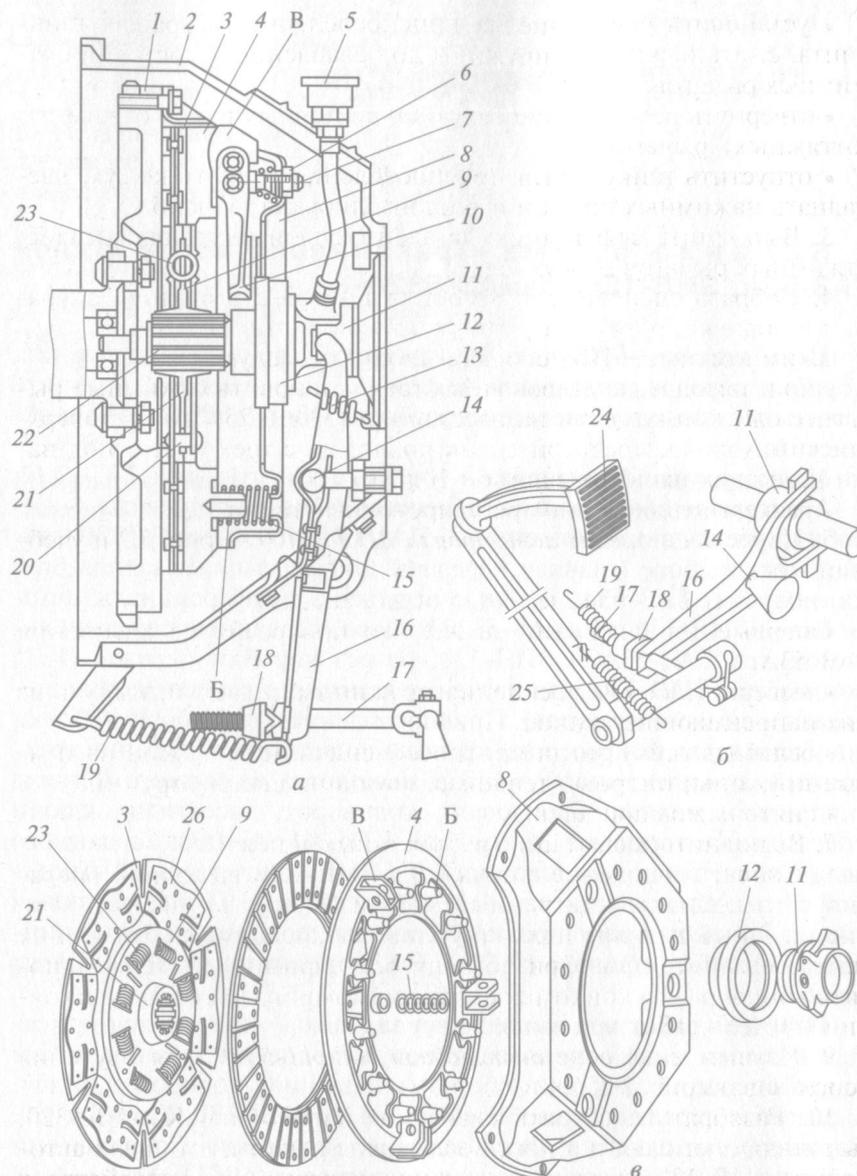

Рис. 2.1. Сцепление автомобиля ГАЗ-53А:
**Иллюстративный материал** — учебные плакаты, рис. 2.1 — 2.13.
1. Изучить **сцепление автомобиля ГАЗ-53А** (для изучения использовать рис. 2.1 и учебный плакат).